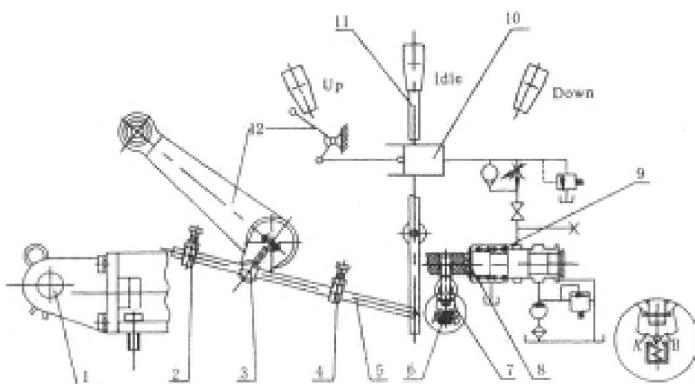

Рисунок 4-32. Принцип работы подъемника (1).
Механизм обратного действия состоит из возвратного штока (5), возвратной упора (2), (4), возвратного штифта (3) (рисунок 4-32).
Рисунок 4-32 показывает принцип действия золотникового клапана подъемника (1) с функцией контроля высоты и положения. На рисунке клапан находится в нейтральном положении.
Переключите рычаг управления в положение подъема, чтобы поднять орудие. В этот момент позиционный стальной шарик падает в позиционный паз А (рисунок 4-32), золотниковый клапан передвигается влево в положение подъема и орудие начинает подниматься. При подъеме орудия возвратный штифт вращается по часовой стрелке вокруг подъемного вала. Когда возвратный штифт соприкасается с подъемным возвратным упором (2), он приводит в действие возвратный шток, чтобы передвинуть влево и переключить рычаг управления, чтобы выдавить стальной шарик из позиционного паза А, в это время рычаг управления и золотниковый клапан переключаются в нейтральное положение под действием возвратной пружины. Масляный насос перекачивать масло в цилиндр и орудие прекращает подъем. Высота подъема орудия зависит от положения поднимающего возвратного упора на возвратном штоке. Чем меньше расстояние между подъемным возвратным упором и концом возвратного штока, тем выше поднимается орудие.